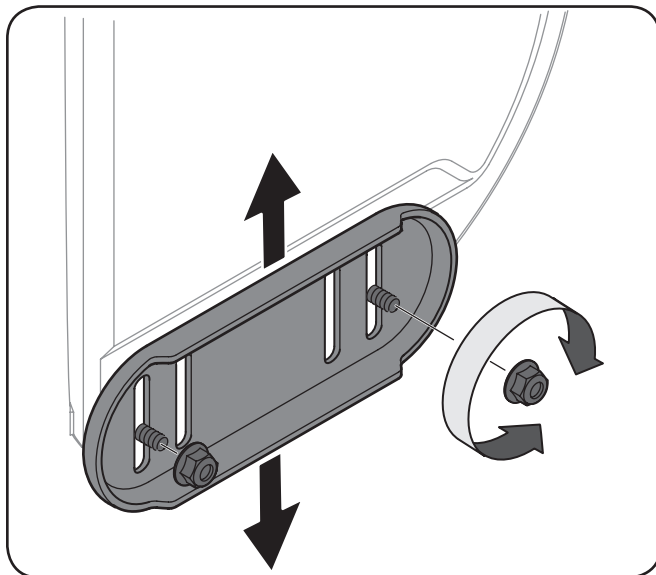

Figura 3-12
1. Afloje las cuatros tuercas hexagonales (dos en cada lado) y los pernos del carro. Mueva las zapatas antideslizantes a la posición deseada. Vea la Figura 3-12.